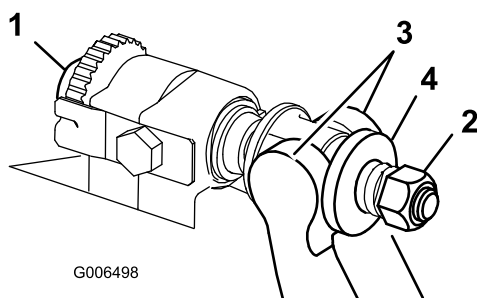

Figura 27
1. Ruotate le viti di regolazione della barra di appoggio in senso antiorario per allontanare la controlama dal cilindro (Figura 27).
2. Allentate il dado di tensione della molla, finché la rondella non sarà più in tensione contro la barra di appoggio (Figura 27).